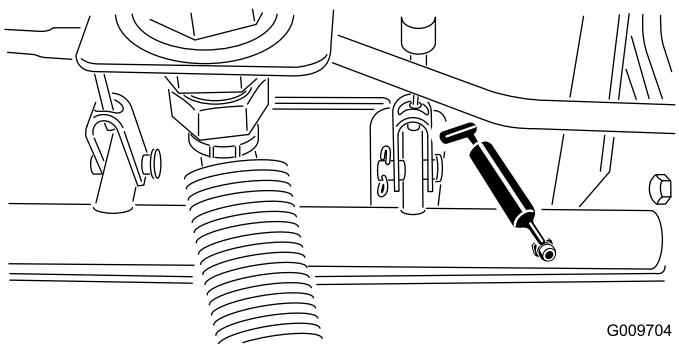

Figura 56
- Cojinetes del pivote del eje de freno (5); consulte Figura 56